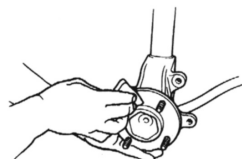

Fig. 3
7. Enlever toute trace de rouille, cambouis ou bavure de la surface de montage de la bride du moyeu (Fig. 3).
7. Rimuovere la ruggine, lo sporco o le bave dalla superficie di montaggio della flangia del mozzo (Fig. 3).
7. Quitar todo rastro de óxido, suciedad o rebabas de la superficie de montaje de la brida del cubo (Fig. 3).